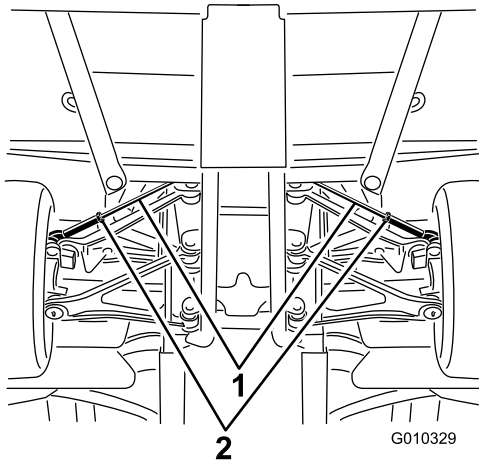

Figura 48
- A. Afloje la contratuerca del centro del tirante (Figura 48).